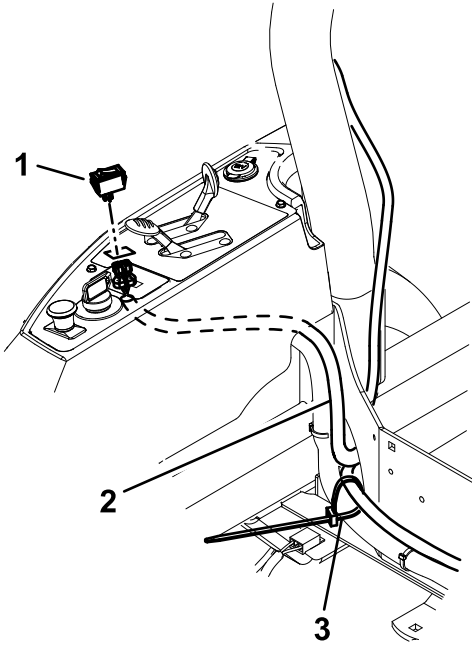

Bild 5
8. Verlegen Sie den Kabelbaum der Leuchten unter dem Montagerahmen des Überrollbügels und führen Sie die Kabel durch den rechteckigen Ausschnitt auf das Bedienfeld (Bild 5).
9. Platzieren Sie den Lichtschalter auf der Oberseite des Bedienfelds und schließen Sie ihn an den Beleuchtungskabelbaum an (Bild 5).
11. Befestigen Sie den Beleuchtungskabelbaum mit Kabelbindern lose am Hauptkabelbaum (Bild 5).